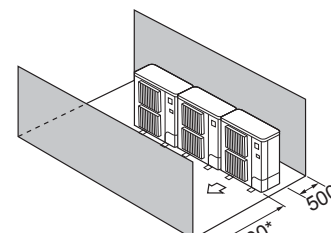

Fig. 2-12
- ④ Hindringer kun foran og bak (fig. 2-12)